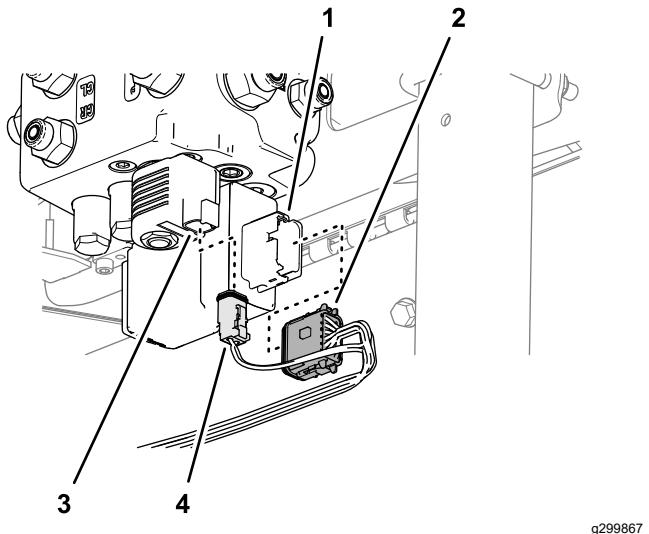

Figura 91
- Ligue o conector da cablagem de 12 tomadas identificado com EHI A KEY (GREY) no conector de 12 pinos da válvula de direção EHI (Figura 91).
- Ligue o conector da cablagem de 2 tomadas identificado com EHI SOLENOID no conector de 2 pinos do solenóide EHI (Figura 91).